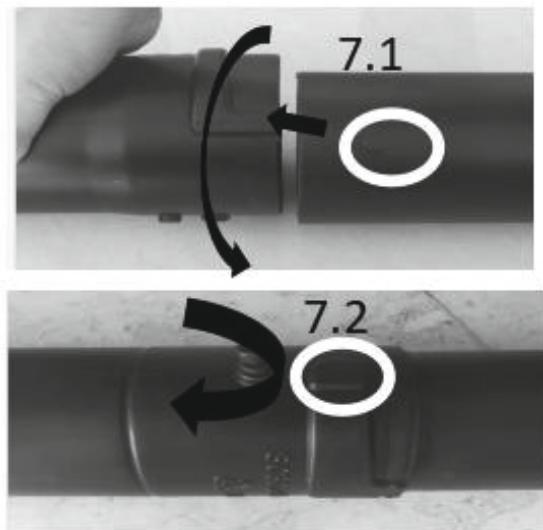

Рисунок 7
- совместите вторую вакуумную трубку с выступом первой трубы, нажмите на нее и поверните на 90° по часовой стрелке, чтобы зафиксировать трубку на своем месте, и затяните винт. Трубка садового пылесоса собрана (рис.7).